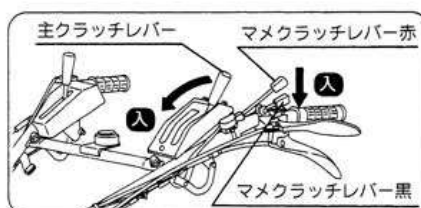

図18
- ③ 主クラッチレバーを徐々に前方に倒して、[入]位置にしてゆっくり発進してください。ハンドルを握ったまま、黒色のマメクラッチレバーを親指で静かに下に押して発進させることもできます。(図18)